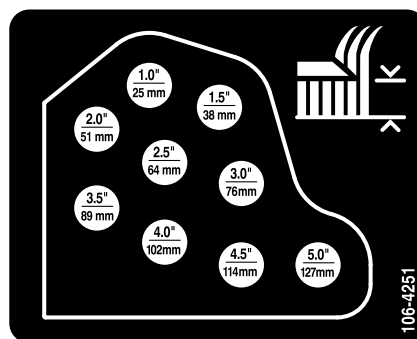

Figura 20
10. Monte as correntes da altura de corte no orifício da altura de corte desejada com o contrapino e pino de segurança (Figura 20).